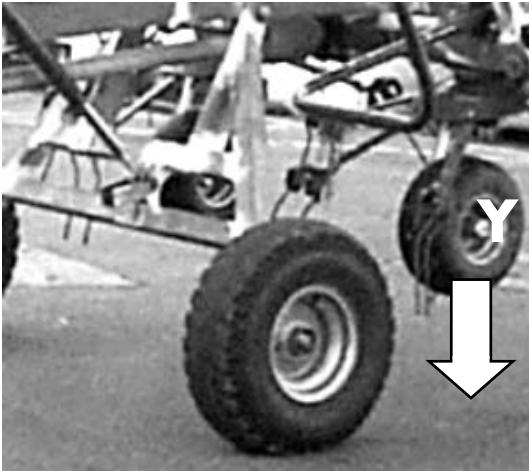

Bild 3-8
1. Maschine mit Fahrwerk absenken bis Kreiselläder Y Boden leicht berühren (Bild 3-8).